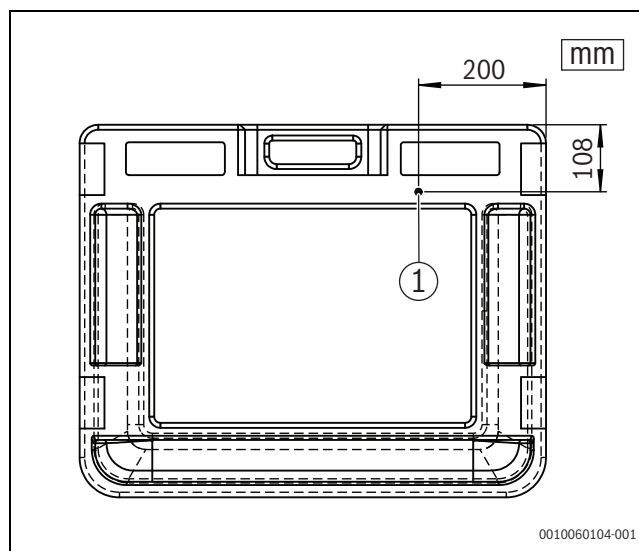

Fig. 5 Préperçage du panneau latéral
- Prépercer un trou dans le panneau latéral à l'aide d'une mèche de 4-5 mm (→ fig 5, [1]).